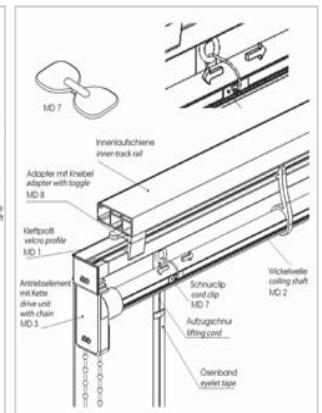

Bild 2
1.2 Montage in vorhandener Vorhangschiene (Bild 2)
1.2 Attachment to existing curtain rail (fig. 2)